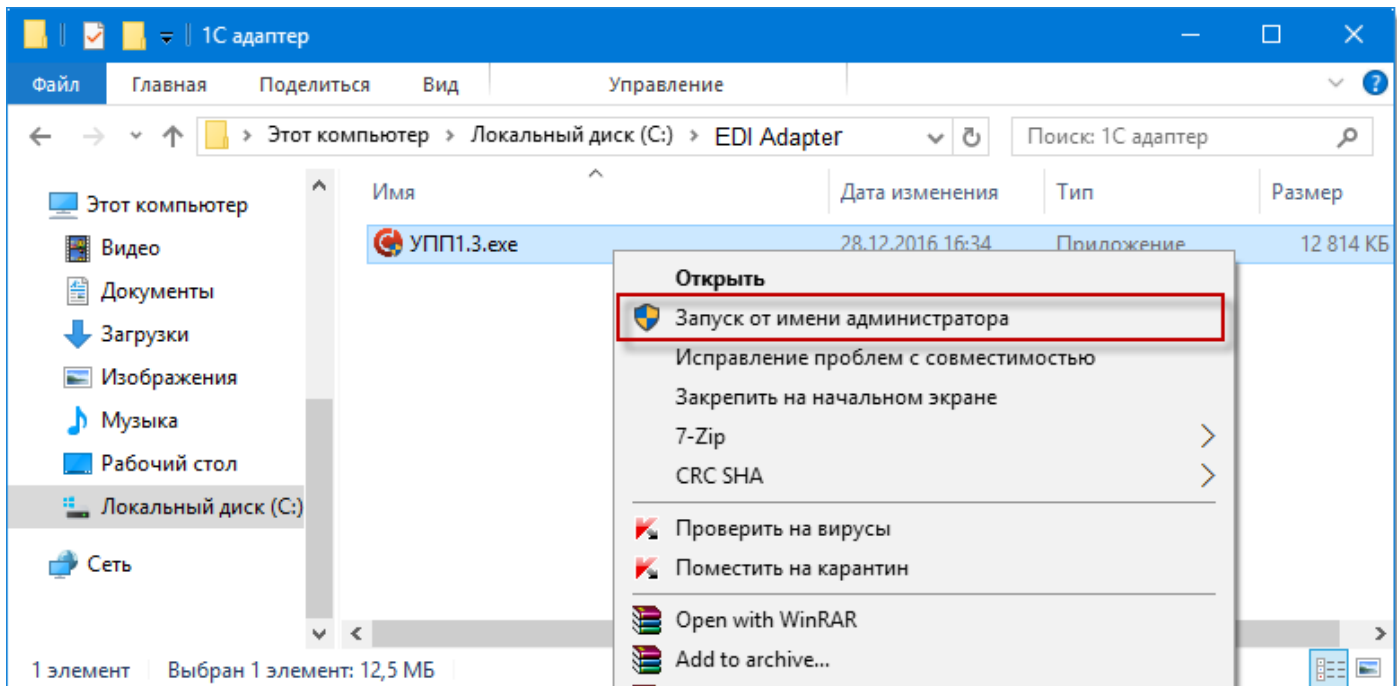

Рисунок 2 – Запуск файла от имени администратора
2. Запустите файл exe от имени администратора. Для этого нужно с помощью правой кнопки мыши вызвать контекстное меню и выбрать пункт «Запуск от имени администратора» (рис. 2).